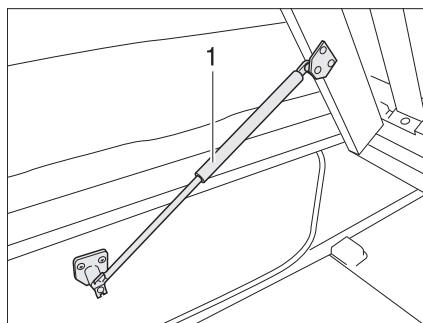

Fig. 99 Lit fixe
- Soulever le sommier à lattes. Les ressorts à pression de gaz (Fig. 99,1) maintiennent le sommier à lattes en position ouverte.